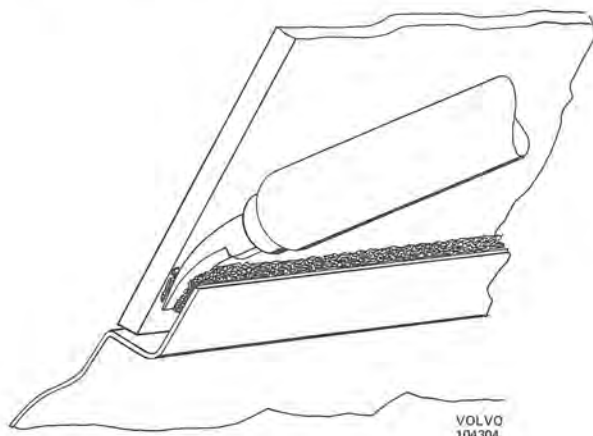

Bild 43. Demontering av limmad vindruta
5. Vindrutan skäres loss med en varm lödkolv (se bild 42). Lödkolvets spets förs in mellan rutan och karossen, från vagnens insida se bild 43. Sedan dras lödkolven runt hela rutan. Vindrutan kan därefter tryckas ut med händerna. Med en kniv skäres eventuella kvarstående tejptrådar av.